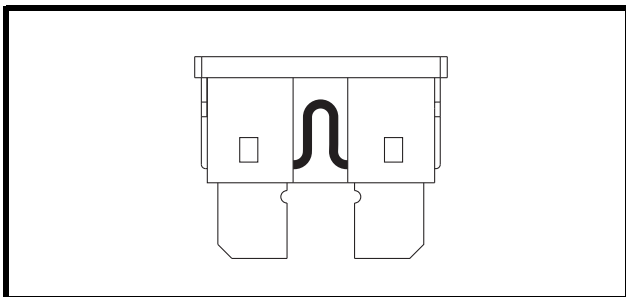

Abb. 23. Betriebsfähige Sicherung
2. Sicherung auf Durchbrennen überprüfen. **Siehe Abb. 23 und 23A.**